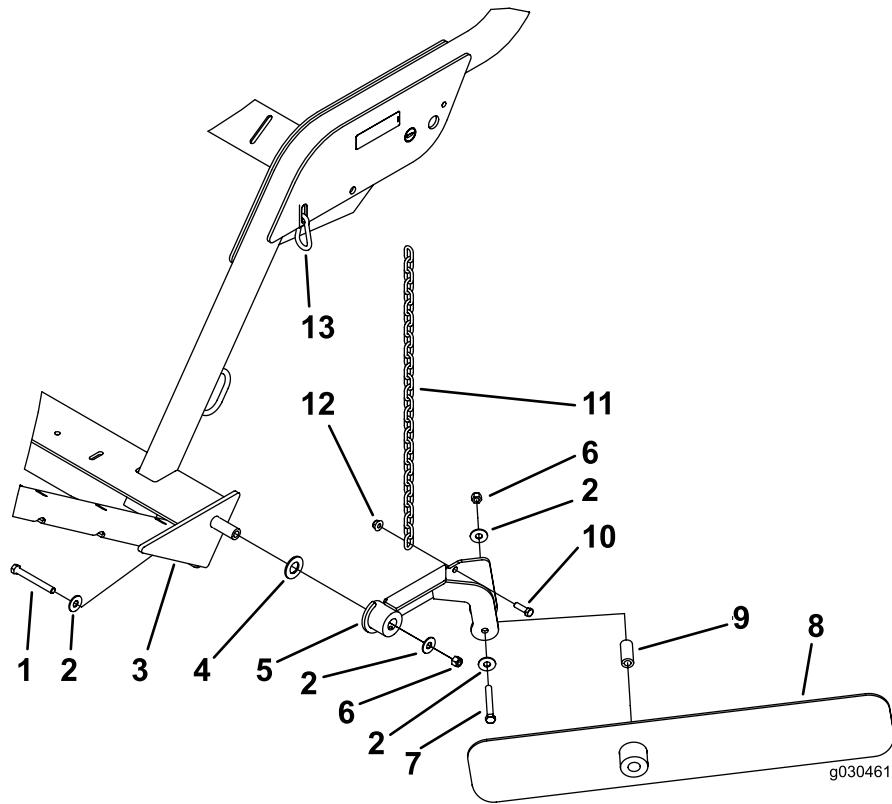

Рисунок 16
Примечание: Расположите компоненты, как показано на Рисунок 16.
- Прикрепите отражатель вала к сборочному узлу при помощи болта (7/16 x 3¼ дюйма), 2 плоских шайб, проставки и контргайки (7/16 дюйма). Соберите компоненты, как показано на Рисунок 16.
- Прикрепите цепь к сборочному узлу отражателя при помощи болта (¾ x 1¼ дюйма) и фланцевой гайки (¾ дюйма) (Рисунок 16).
- Прикрепите другой конец цепи к пазу в раме с помощью карабина(Рисунок 16).